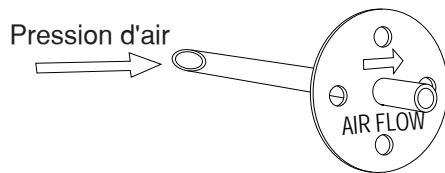
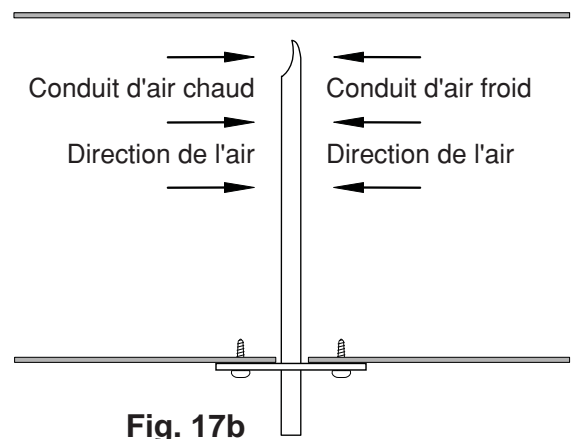

Fig. 17a
Fig. 17b
17.4 Insérez la sonde dans le conduit et attachez sa base au conduit au moyen de deux vis à métal. La flèche visible sur la base de la sonde indique la direction de l'air dans le conduit (i.e. la partie recourbée de la sonde doit faire face à l'air). Voir Fig. 17a et Fig.17b.